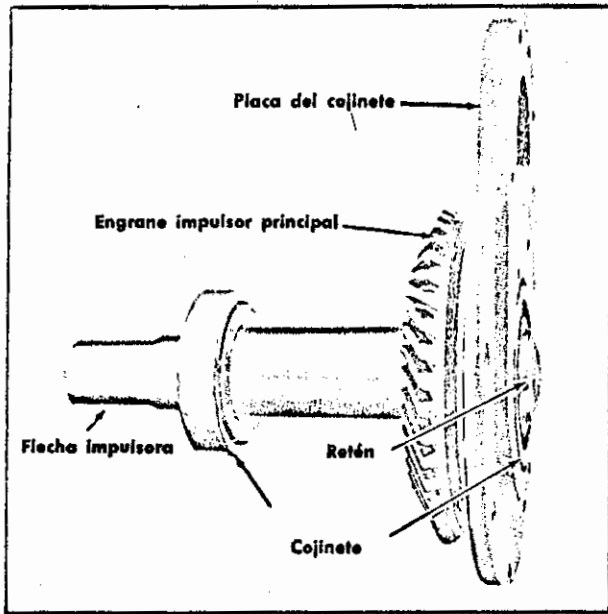

Fig. 13 - Sub-conjunto de la flecha impulsora principal
1. Armese un sub-conjunto, Fig. 13, con las piezas de la flecha impulsora principal (27) y la placa del cojinete (35). Examinense